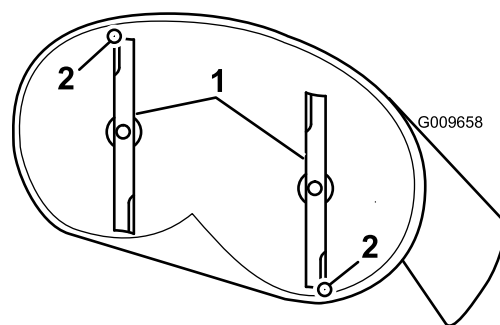
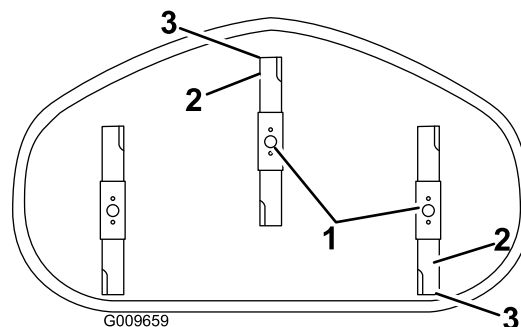

Figura 67
Figura 68
4. Gire cuidadosamente las cuchillas colocándolas en el sentido de avance de la máquina (Figura 67 y Figura 68).
5. Mida entre la punta de la cuchilla delantera y la superficie plana, y entre la punta de la cuchilla trasera y la superficie plana (Figura 67 y Figura 68).
9. Después de realizar el ajuste, compruebe de nuevo la inclinación longitudinal, y siga ajustando la tuerca hasta que la punta de la cuchilla delantera esté entre 1,6 y 7,9 mm más baja que la punta de la cuchilla trasera (Figura 67 y Figura 68).